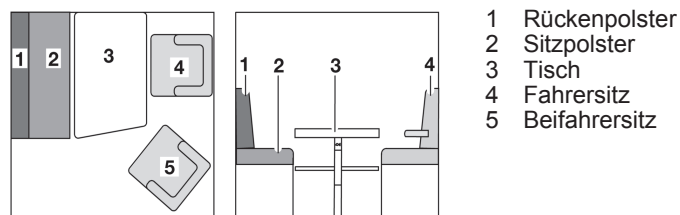

Bild 55 Vor dem Umbau
- Den Fahrersitz (Bild 55,4) mit der Rückenlehne zur Fahrtür drehen.
- Den Beifahrersitz (Bild 55,5) mit der Rückenlehne zur Beifahrtür drehen.
- Den Tisch (Bild 55,3) zum Bettunterbau umbauen (siehe Kapitel 7.8).